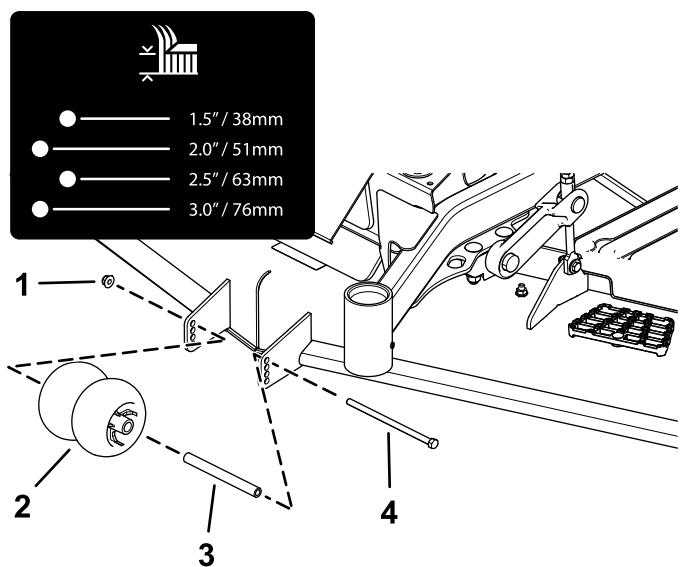
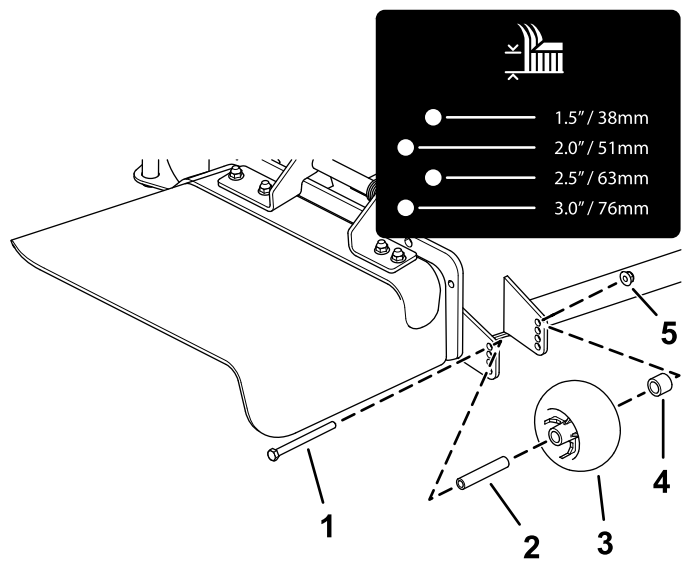
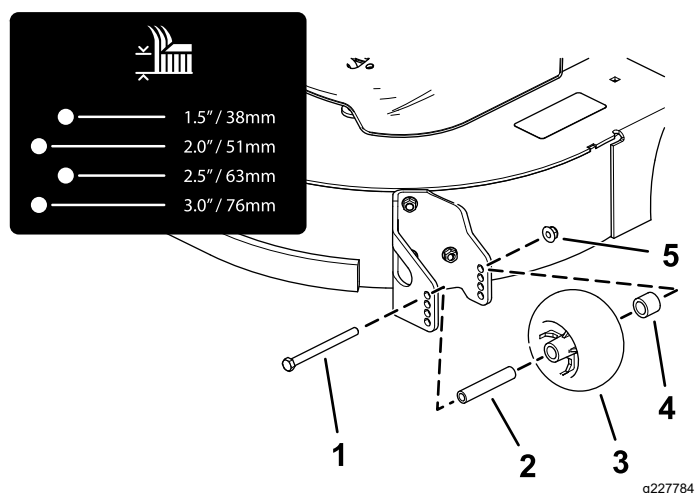
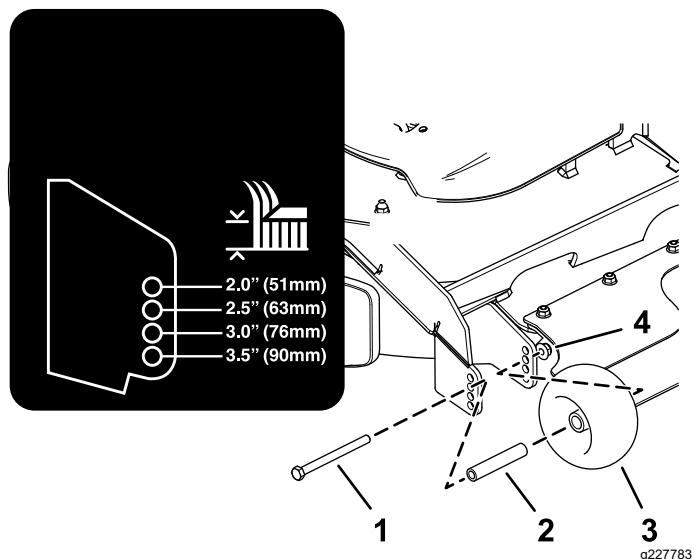

Figure 25
Figure 26
Figure 27
Figure 28
4. Réglez les galets anti-scalp comme montré à la Figure 25, la Figure 26, la Figure 27 et la Figure 28.